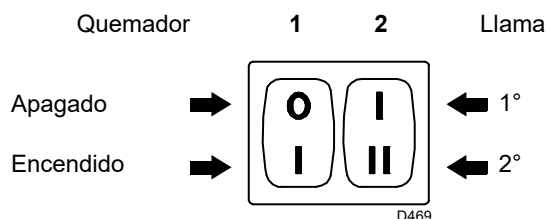
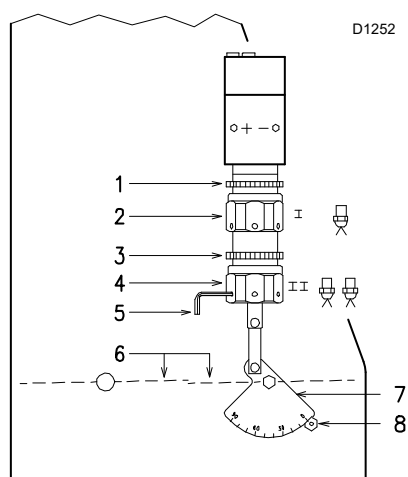

Fig. 18
Fig. 19
- Poner en marcha el quemador cerrando los termostatos y con el interruptor 1) (Fig. 18 pág. 17) en la posición "MARCHA". La bomba debe girar en el sentido de la flecha que hay marcada en la cubierta.
- Cuando el gasóleo sale por el tornillo 3), es indicativo de que la bomba está cebada. Parar el quemador: interruptor 1) (Fig. 18 pág. 17) en posición "PARO" y apretar el tornillo 3).
Situar el interruptor 1)(Fig. 18) en la posición "MARCHA".
Mantener el quemador funcionando en 1ª llama, situando el interruptor 2)(Fig. 18) en la posición 1ª llama. La abertura del registro 6)(Fig. 19) debe ser proporcional a la boquilla elegida: el índice 8)(Fig. 19) debe corresponderse con el número de posición que se indica en el sector graduado 7)(Fig. 19). El reglaje se efectúa girando el hexágono 2)(Fig. 19):
Situar el interruptor 2)(Fig. 18 pág. 17) en posición 2ª llama y regular el registro 6)(Fig. 19) actuando sobre el hexágono 4)(Fig. 19), después de haber aflojado la contratuerca 3)(Fig. 19).
para facilitar la regulación de los hexágonos 2) y 4)(Fig. 19), utilizar una llave hexagonal de 3 mm 5)(Fig. 19).